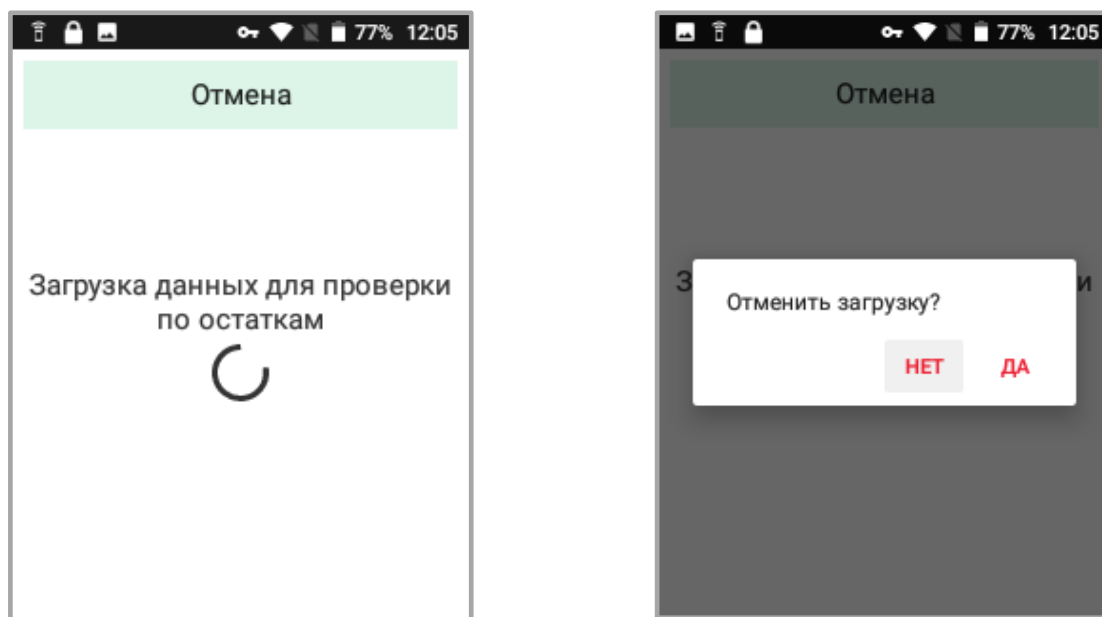

Рисунок 48. Диалоговое окно отмены загрузки
14. Если данные для проверки не загружались в течение последнего часа, то после подтверждения реквизитов документа будет запущена загрузка данных для проверки по остаткам (подробнее см. рисунок 48).